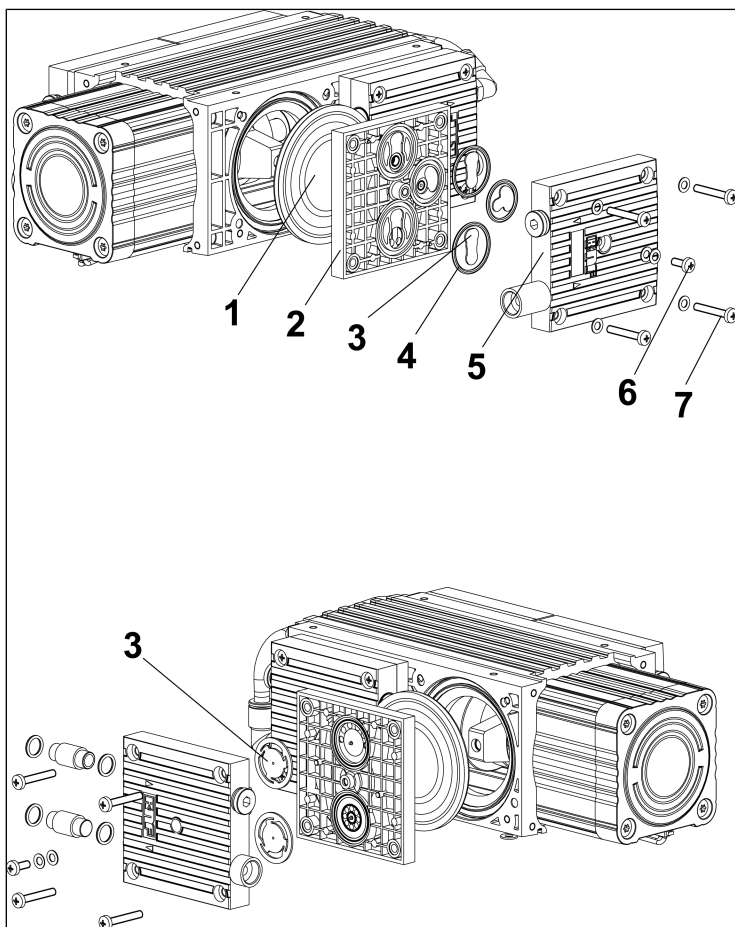

Fig.9: Vista esplosa
\*\*vedere Fig. 9
7. Allentate le 8 viti di fissaggio esterne (7/Fig. 9) delle teste (1 e 2) e rimuovere le teste (1 e 2).
- Posizionare le teste 1 e 2 sulla carcassa della pompa e serrare a mano le viti di fissaggio (7/Fig. 9) in sequenza incrociata (coppia di serraggio: 3,5 Nm).